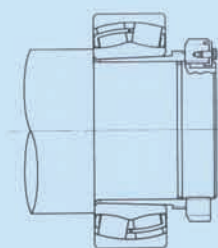
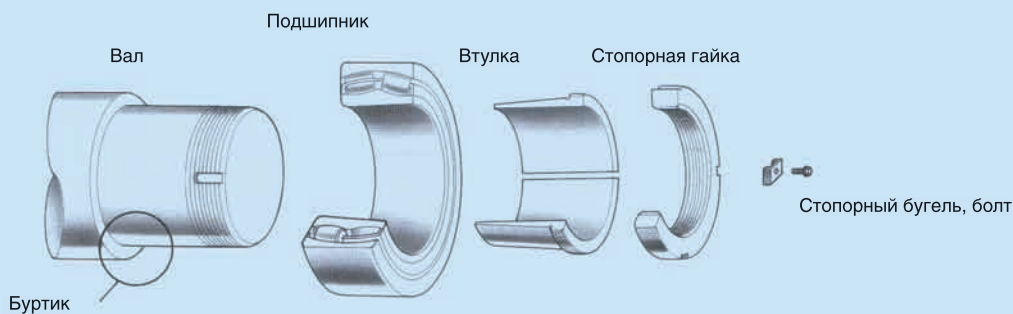

Рис. 6.15 Вид в собранном состоянии
Рис. 6.16 Способ стопорной гайки
- 1) Способ стопорной гайки (рис. 6.15 и рис. 6.16)